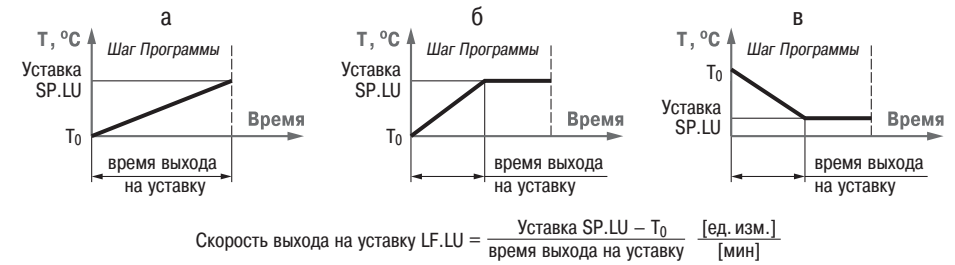

Рис. 9. Задание скорости выхода на Уставку
- в течение всего Шага (см. рис. 9, а);
- в течение части Шага – до достижения Значения уставки, далее осуществляется поддержание достигнутого значения Уставки (см. рис. 9, б, в).